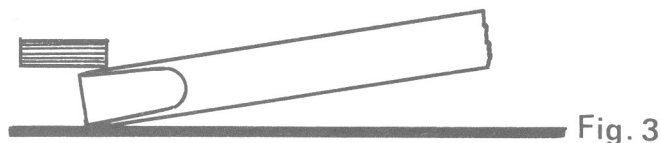

Fig. 3
- Faire pivoter le tournevis de 90° afin de soulever le ressort de tige N° 61.050 (Fig. 3).
- Der Schraubenzieher um 90° drehen, um die Feder für Welle Nr 61.050 anzuheben (Abb. 3).
- Turn the screwdriver by 90° in order to raise the stem spring N° 61.050 (Fig. 3).